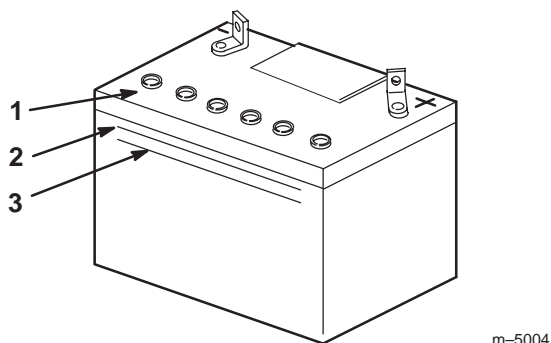

Figure 49
2. Observez le côté de la batterie. Le niveau de l'électrolyte doit atteindre le trait **supérieur** (Fig. 49). Ne laissez pas l'électrolyte descendre en dessous du trait **inférieur** (Fig. 49).
3. Enlevez les bouchons d'aération de la batterie (Fig. 49).
4. Versez lentement de l'eau distillée dans chaque élément jusqu'au trait **supérieur** (Fig. 49) sur le côté de la batterie.
5. Attendez cinq à dix minutes après avoir rempli les éléments. Ajoutez de l'eau distillée au besoin, pour amener le niveau au repère **supérieur** (Fig. 49) sur le côté de la batterie.